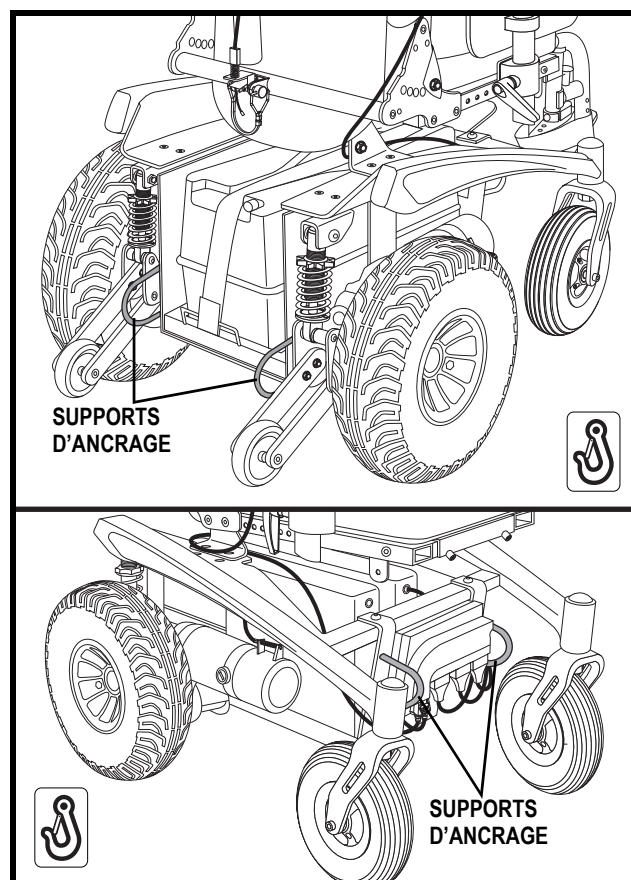

Figure 9. Support d'ancrage système transport
- Fixez les quatre (4) courroies aux points d'ancrage désignés et identifiés par le symbole d'ancre sur le fauteuil motorisé. Voir les figures 9 et 10. Serrez bien les courroies pour retirer le jeu excessif.